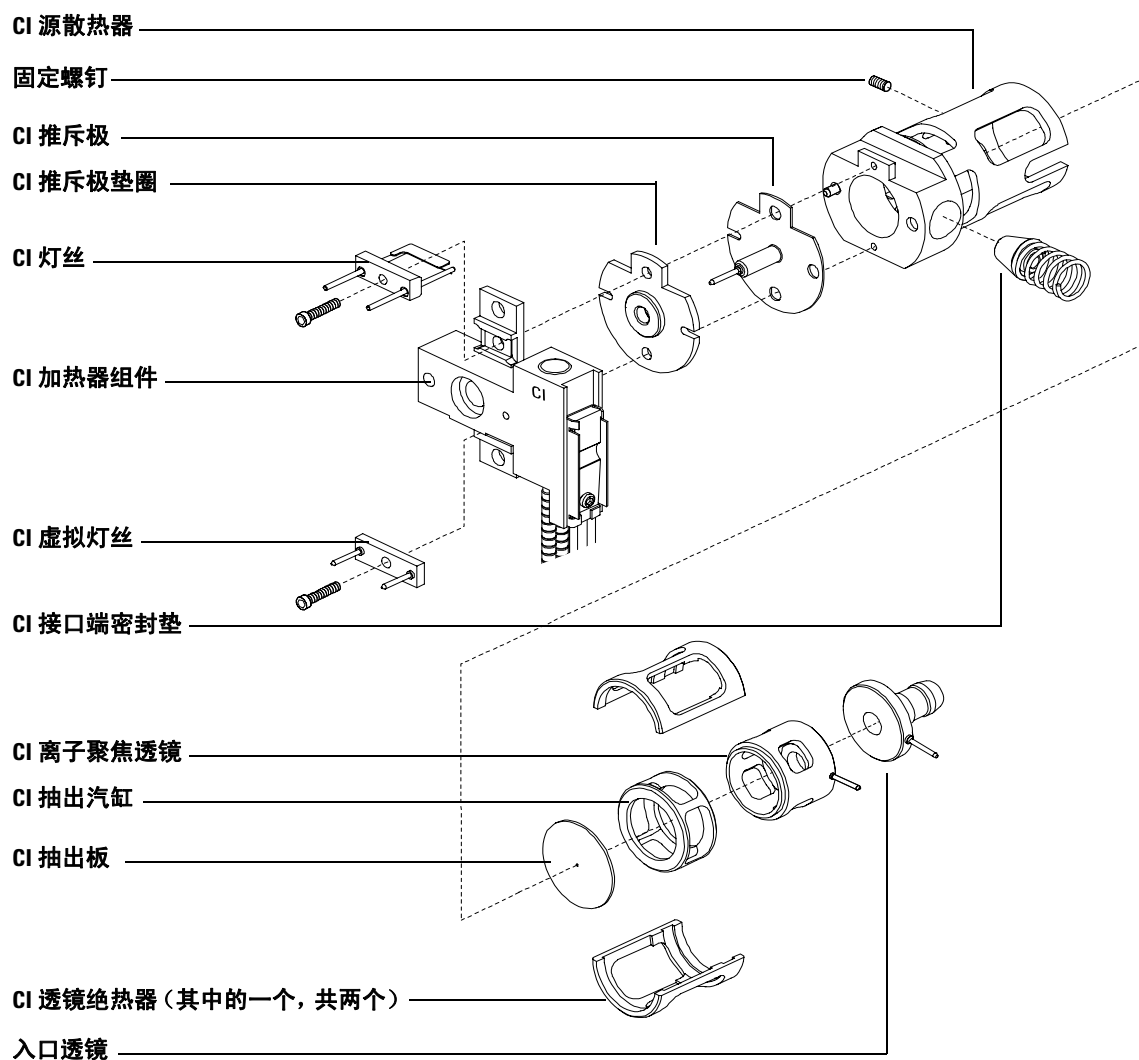

图 48 CI 离子源的分解视图
- 3 将密封放到接口末端上。请参阅图 48。要取下密封，请按相反顺序操作。
清洁 CI 离子源的步骤（图 48）与清洁 EI 离子源的步骤非常类似。请参照第 200 页的“清洁 EI 离子源”中的步骤进行清洁，但有以下例外：